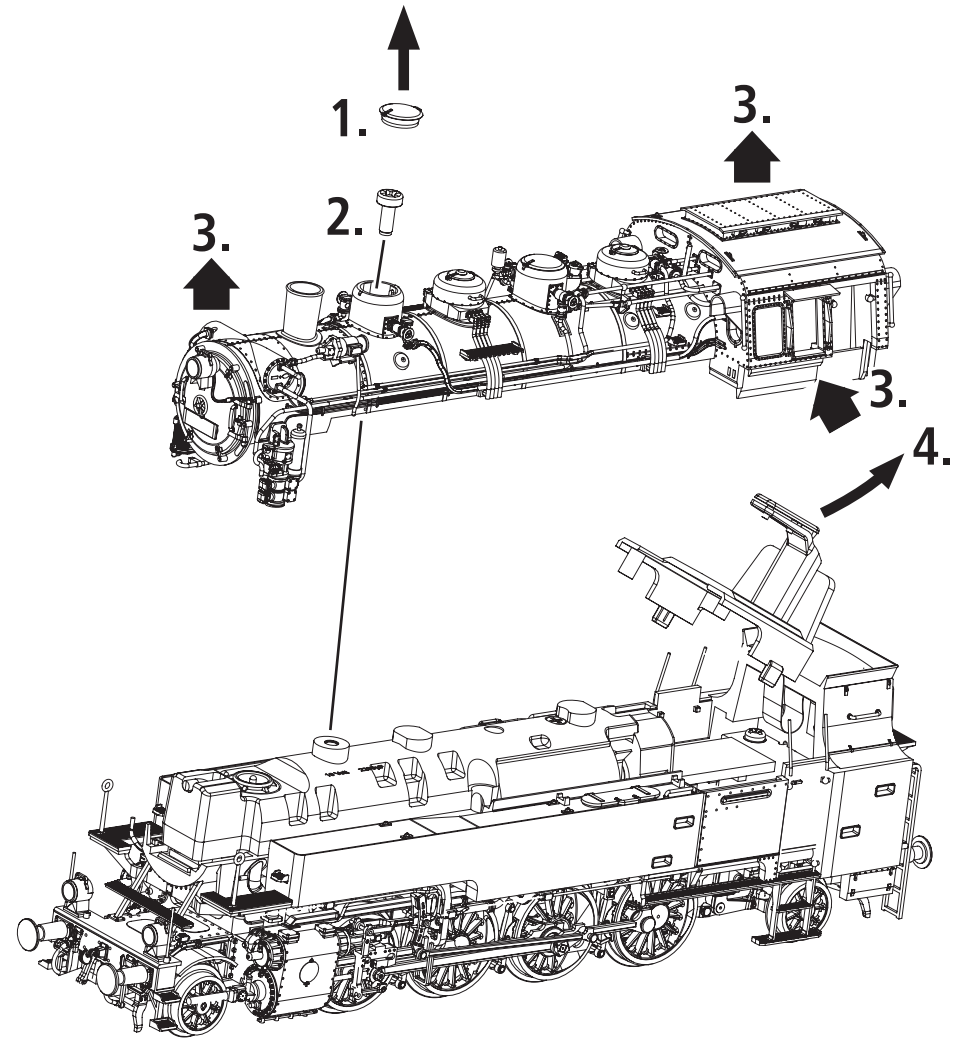
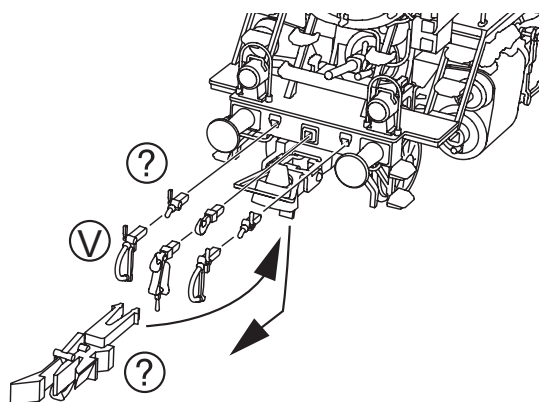

Fig. 7
Fig. 4
1. Reinigung der Radstromkontakte: Radstromkontakte können auf unsauberen Schienen leicht verschmutzen. Entfernen Sie **vorsichtig** mit einem kleinen Pinsel **den Schmutz** an den in Fig. 4 gekennzeichneten Stellen.
4. Haftreifenwechsel: Zuerst den Getriebedeckel abnehmen. Danach den **Haftreifen** mit einer Nadel oder einem feinen Schraubendreher abziehen. Beim Aufziehen des neuen Haftreifens bitte darauf achten, dass dieser sich **nicht verdreht** (Fig. 7).
1. Cleaning of wheel contacts: Wheel contacts easily get dirty on tracks which are not entirely clean. Use a small brush to **remove dirt** from spots marked in fig. 4.
4. Change of traction tyre: Remove loco gear cover. Take out the **wheel set** and remove the **traction tyre** using a pin or a fine screwdriver (fig. 7). When pressing on the new traction tyre please **avoid twisting it**.
Les lames de contacts risquent de s'encrasser rapidement sur des voies poussiéreuses. Veuillez **enlever la poussière** aux endroits marqués à la fig. 4 à l'aide d'un petit pinceau souple.
4. Échange des bandages d'adhérence: Démontez d'abord le couvercle du carter des engrenages (fig. 4). Envelez les bandages d'adhérence à l'aide d'une aiguille ou d'un tourne-vis fin. Lors du montage des nouveaux bandages veuillez veiller à ce que les bandages **ne soient pas tor-dués** (fig. 7).